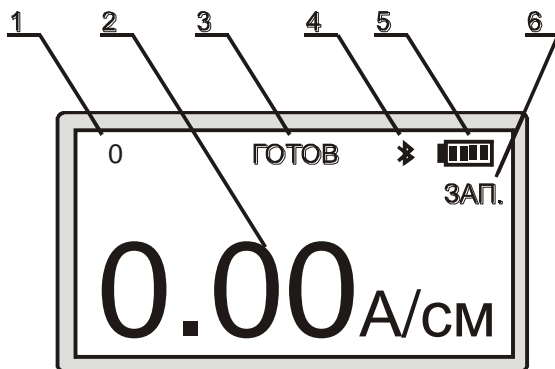

Рис. 5 Рабочий экран структуроскопа магнитного МС-10
6.3 Установить тумблер включения питания структуроскопа в положение «I», при этом на дисплее структуроскопа должно появиться изображение рабочего экрана (рис. 5). Выдержать структуроскоп во включенном состоянии в течение 2 минут.